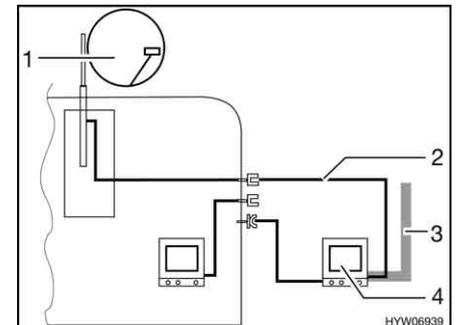

Bild 187 TV im Vorzelt
- TV im Vorzelt (Bild 187,4): Anschluss an Dachantenne (Bild 187,1) mit Verbindungskabel (Bild 187,2)
- TV im Vorzelt (Bild 187,4): Anschluss an externe Antenne (Bild 187,3)